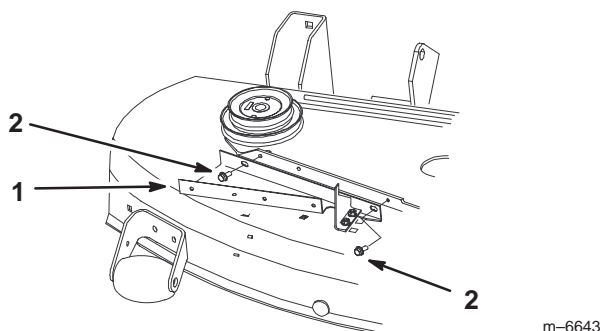

Figure 21
1. Montez le support du couvercle dans les trous du couvercle d'origine avec 2 vis autotaraudeuses à collerette (1/4 x 1/2 pouce) (Fig. 21).